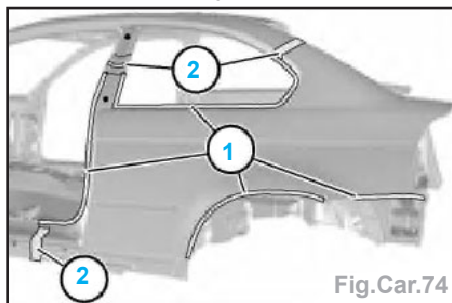

Fig.Car.74
- Appliquer la colle pour vitre sur l'insonorisation des corps creux (2).
- Nota :** l'insonorisation des corps creux (3) ne doit plus en place pendant le soudage de l'élément neuf en raison du risque d'incendie.
- Souder les zones (1) par points et les raidisseurs (2) (Fig.Car.74).